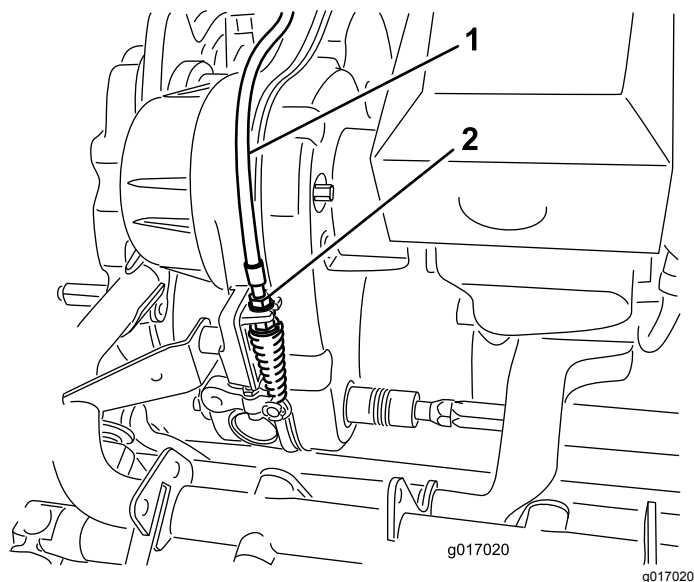

Рисунок 49
2. На переходнике трансмиссии отрегулируйте тросик управления барабаном (Рисунок 49) так, чтобы длина пружины составила 70,6 – 72,4 мм.